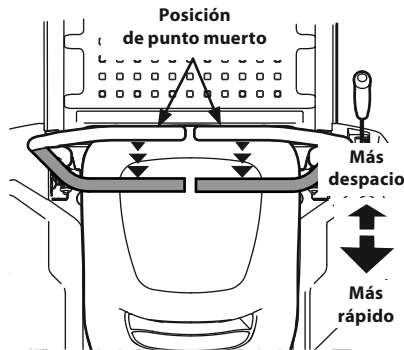

Figura 28
1. Mueva las dos palancas de control de la transmisión de forma lenta y pareja hacia atrás. El tractor comenzará a moverse hacia atrás. Consulte la Figura 28.